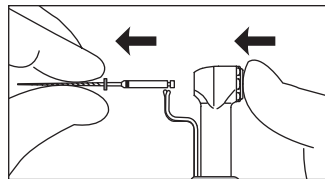

Fig. 5
- Eğenin sökümü Baş parmağınız ile push butona basınız ve eğeyi çekerek çıkarınız (Fig. 5)